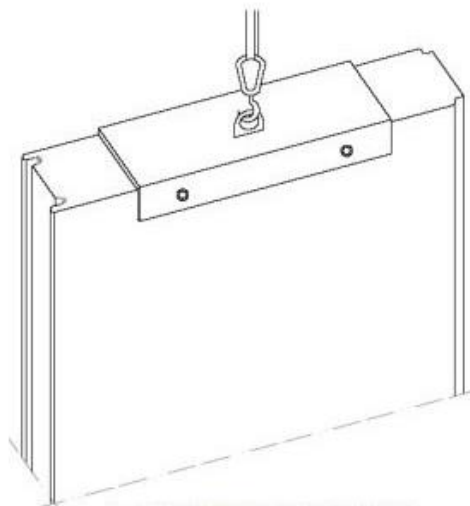

Рис.5. Механический захват с применение сквозного просверливания
- Механический захват с применение сквозного просверливания (рис.5)